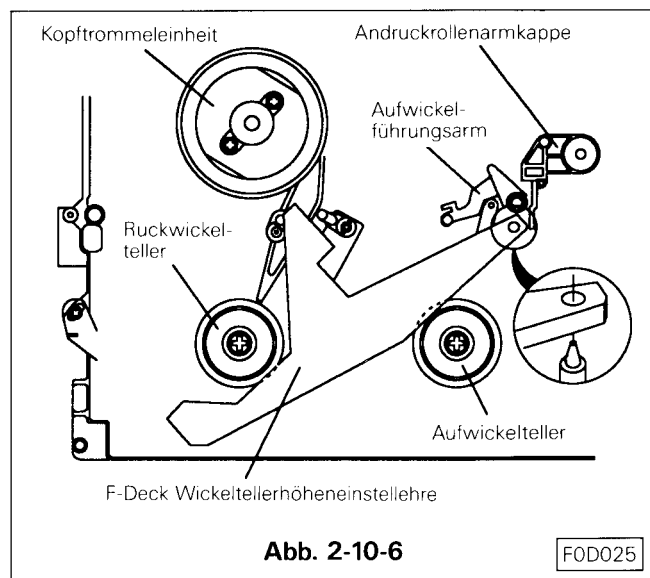

Abb. 2-10-6
- J. Die Wickeltellerhöhenestellehre (Best.-Nr. 859C342020) in die entsprechende Position Punkt A einsetzen. (Siehe Abb. 2-10-6)
- Die Wickeltellerhöheninstellehre (Best.-Nr. 859C342020) in die entsprechende Position Punkt A einsetzen. Siehe Abb. 2-10-6.
- Die Wickeltellerhöhereinstellehre für das F-Chassis einsetzen, (siehe Abb. 2-10-6) die Höhe des Bandführungsarms mit der Befestigungsschraube so einstellen, daß die untere Flanke des Führungsbolzens gleiche Höhe hat mit dem Punkt B für das F-Chassis. (Siehe Abb. 2-13-2)